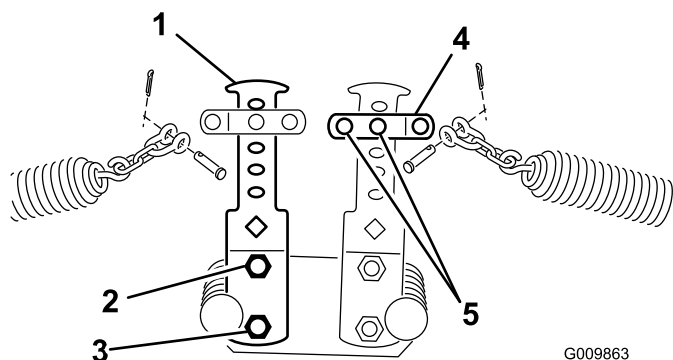
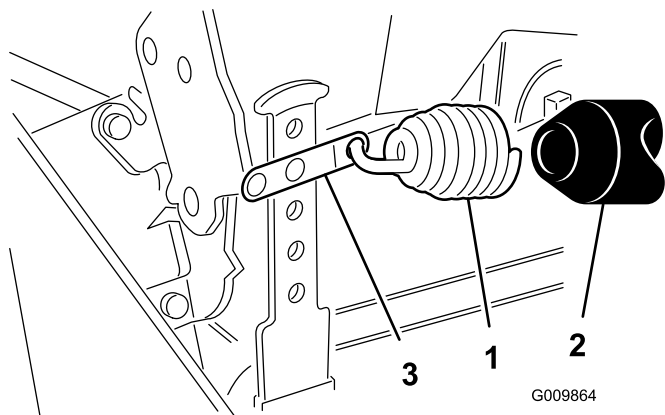

Figura 15
Figura 16
4. Fissate l'altra estremità della molla al foro appropriato (si veda sotto) sui bracci di contrappeso anteriori e posteriori (Figura 15 e Figura 16) con grillo della molla con catena, testa, perno con testa e coppiglia.
5. Fissate l'altra estremità della molla al secondo foro dall'alto con il grillo della molla con catena, testa, perno con testa e coppiglia (Figura 15).
6. Sulla molla di contrappeso posteriore, installate il coperchio in vinile sulla molla prima di agganciare l'altra estremità della molla sul grillo nel secondo foro dall'alto (Figura 16).
8. Fissate la parte inferiore del braccio di contrappeso al telaio con il dado e il bullone rimossi precedentemente. Serrate il bullone superiore (Figura 15).